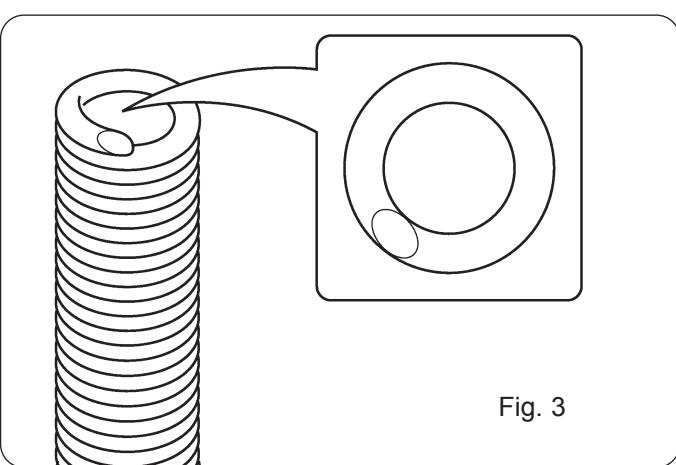

Fig. 3
- Dra ut höljet, skär av änden enligt det uppmätta mätet (se fig. 2). Höljet ska skäras till med ett väldigt vasst verktyg för att inte skapa grader som hindrar trådens passage (se fig. 3).